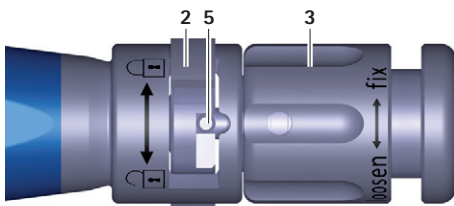
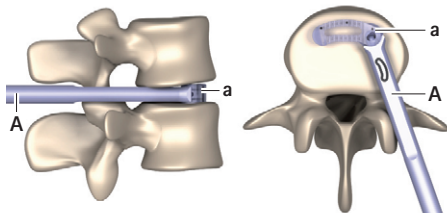

Рис. 3 Детальное изображение установочного инструмента, переключатель в закрытом положении
Рис. 11 Рабочий имплантат в конечном положении
- ▶ Повернуть переключатель 2 вправо (направление ) см. Рис. 3.
- ▶ Повернуть поворотную гайку 3 против часовой стрелки (направление "loosen" ("ослабить")), пока штырь 5 не будет полностью находиться в переключателе 2, см. Рис. 3. При этом следить за тем, чтобы штырь 5 не защемлял переключатель 2.
- ▶ Повернуть переключатель 2 вправо (направление , см. Рис. 3.
- ▶ Сразу по достижении конечного положения (см. Рис. 11): повернуть поворотную гайку 3 против часовой стрелки (направление "loosen" ("ослабить")), пока штырь 5 не будет полностью находиться в переключателе 2, см. Рис. 3. При этом следить за тем, чтобы штырь 5 не защемлял переключатель 2.